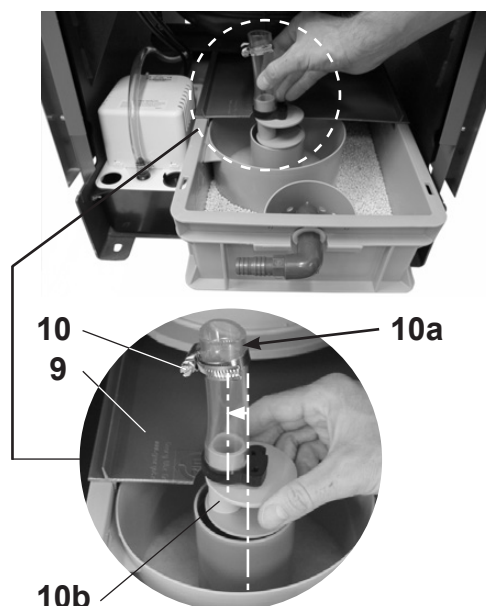
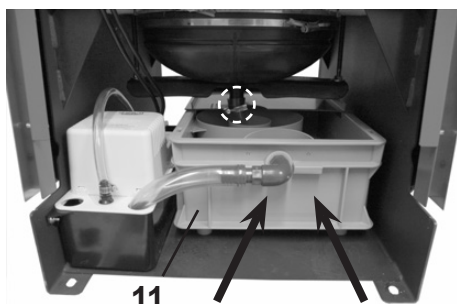
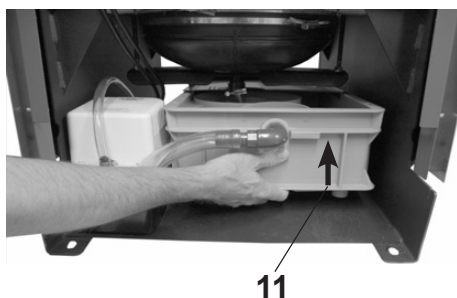

Fig. 21
Fig. 22
Fig. 23
6. Placez le couvercle arrière (9, Fig. 21) du boîtier de neutralisation.
7. Posez le collier de serrage (10, Fig. 21) à une distance de 20 mm env. de l'extrémité supérieure du tuyau et serrez-le légèrement. Le tuyau (10a, Fig. 21) sur l'élément stabilisateur (10b, Fig. 21) doit être orienté vers la gauche.
8. Insérez le boîtier de neutralisation (11, Fig. 22) dans la chaudière jusqu'à ce que le conduit du siphon (10a, Fig. 21) se trouve exactement sous le raccord d'évacuation.
9. En soulevant le boîtier de neutralisation (11, Fig. 23), vous pouvez pousser facilement le conduit du siphon (10a, Fig. 21) sur le raccord d'évacuation du bac à condensats.